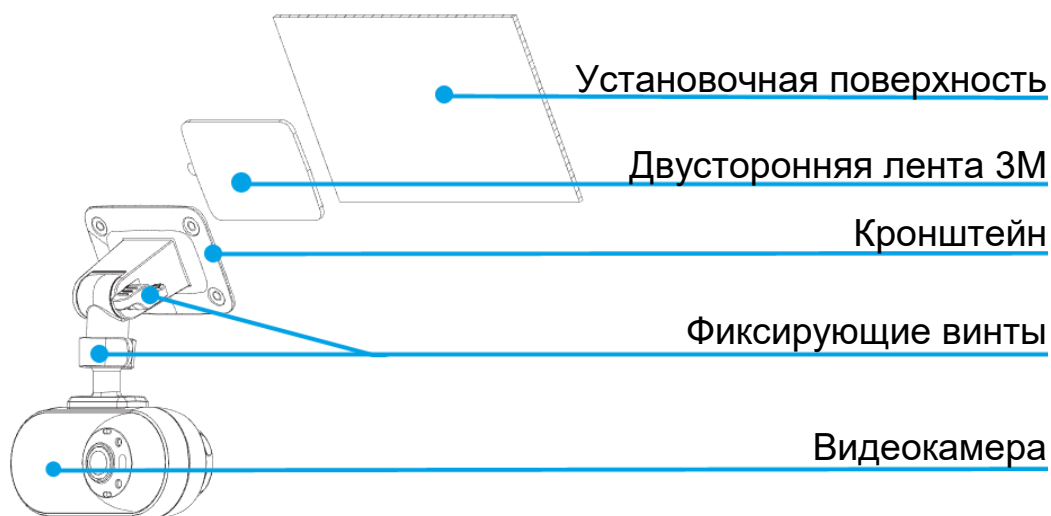

Рисунок 5.2 – Монтаж видеокамеры
2. Используя двустороннюю ленту 3М, установите кронштейн на установочной поверхности – стекло (Рисунок 5.2).